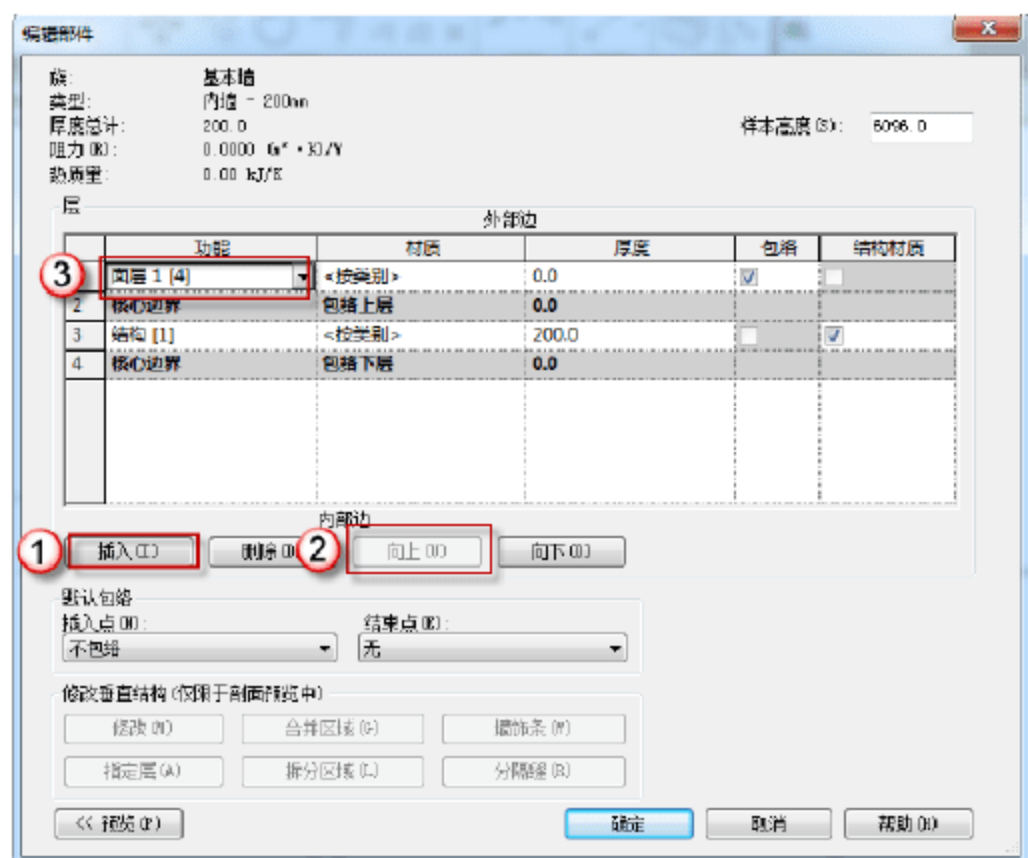

图 9.1.30 添加“面层 1[4]”功能
(3) 添加“面层 1[4]”功能。在返回的“类型属性”对话框中，单击“结构”参数后的“编辑”按钮，在弹出的“编辑部件”对话框中，单击“插入”→“向上”按钮，在“功能”参数下将“结构[1]”改为“面层 1[4]”如图 9.1.30 所示。